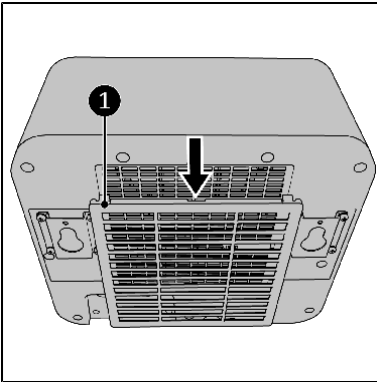
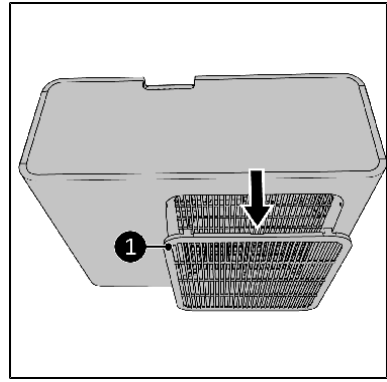

Abb. 15
Abb. 16
2. Entfernen Sie das Gitter (Abb. 15, Pos. 1 für die Inneneinheit und Abb. 16, Pos. 1 für die Außeneinheit) und entnehmen Sie den Filter.